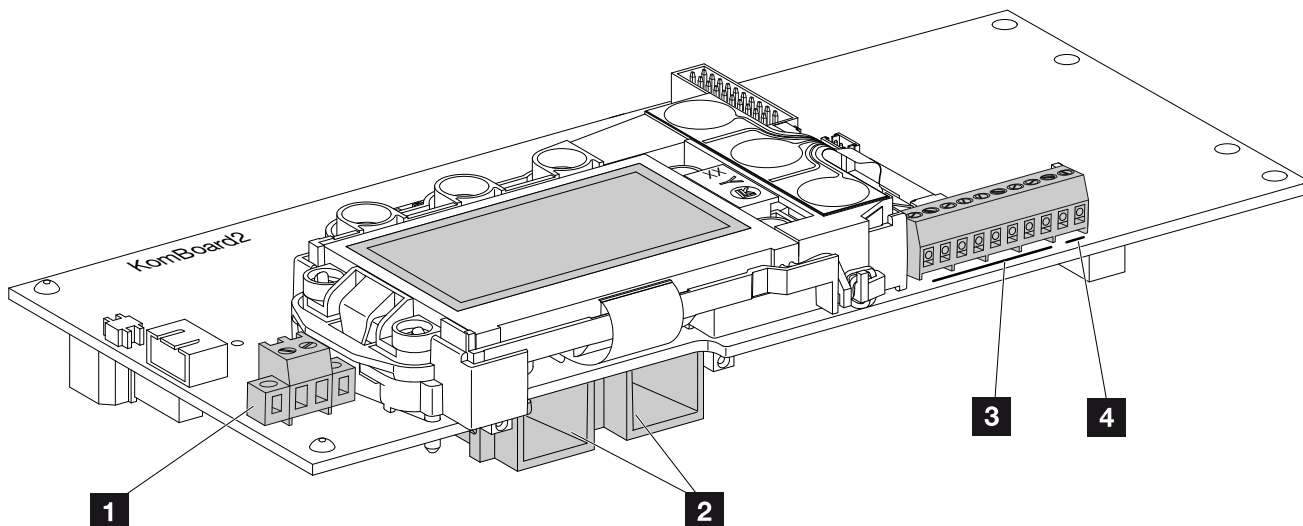

Fig. 32: Componenti della Comboard
6. Inserire i connettori delle stringhe DC sull'inverter.  **Fig. 32**